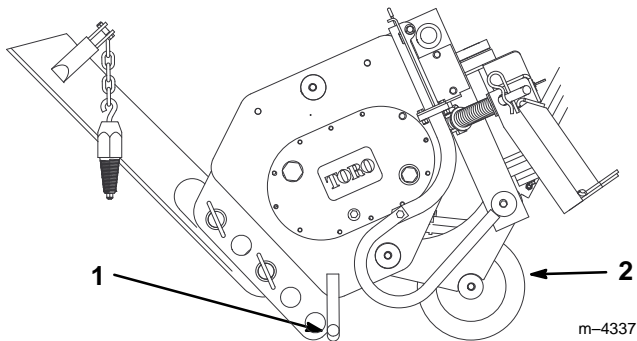

Figure 5
3. Pivoter la lame vers le haut et la fixer comme illustré à la figure 5.
4. Incliner la charrue vers l'avant et la descendre sur le sol ou sur une remorque, en la faisant reposer sur la béquille et le coute (Fig. 5).